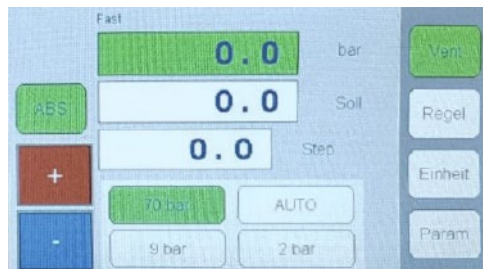

Abb. 11.5
- Schalten Sie das Gerät ein. Es erscheint das **Anzeigemenü** (⇒ Abb. 11.5):